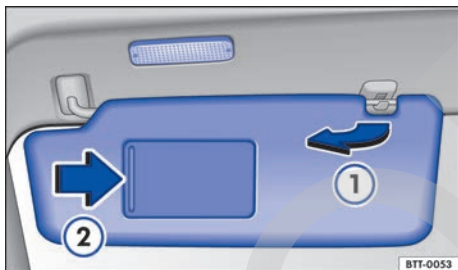

Fig. 60 Parasol.
- Extraer del soporte y girar en dirección a las puertas → fig. 60 ①.
En la parte posterior del parasol se encuentra un espejo de cortesía provisto de una tapa. Al abrir la cubierta → fig. 60 ② se enciende una luz.